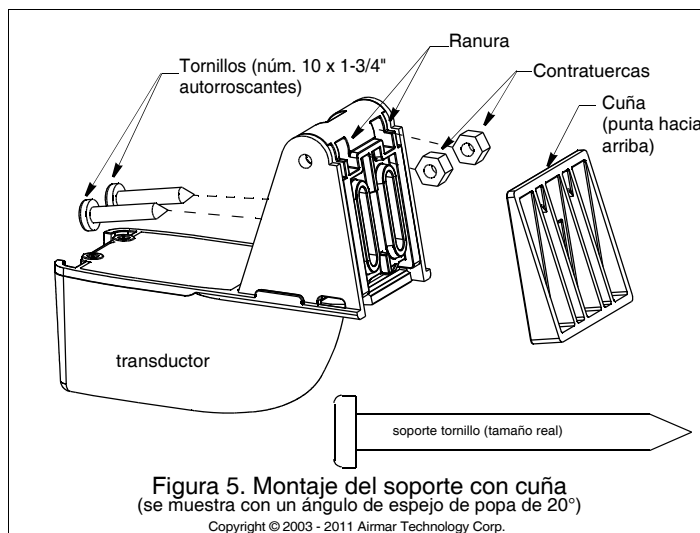

Figura 5. Montaje del soporte con cuña (se muestra con un ángulo de espejo de popa de 20°)
- **Barcos con espejo de popa escalonado y propulsión a chorro (espejo de popa a 3°)**—Utilizar la cuña con la punta hacia *abajo*. Coloque las tuercas en las ranuras de la parte posterior del soporte (figura 5). Coloque la cuña a presión en su emplazamiento.
- **Barcos pequeños de aluminio y fibra de vidrio (espejo de popa a 20°)**—Utilizar la cuña con la punta hacia *arriba* (figura 5). Coloque las tuercas en las ranuras de la parte posterior del soporte. Coloque la cuña a presión en su emplazamiento.
1. Introduzca las dos contratuercas en las ranuras de la parte posterior del soporte si no lo había hecho antes (figura 5).
- a. Incremente el ángulo del transductor en el agua. Revise el apartado «Compensación del ángulo de espejo de popa-cuñas» y consulte la figura 5.